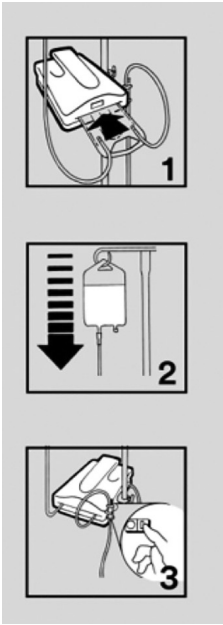

Figure 4
- 2. Insérez la cassette dans la fente de l'unité de réchauffement. La cassette ne peut entrer dans le dispositif que dans un sens (voir la Figure 4, n° 1).
- 3. Amorcez le set de réchauffement. Vous trouverez des informations sur l'amorçage du set dans les instructions fournies avec les sets de réchauffement (voir la Figure 4, n° 2).
- 5. Branchez le cordon d'alimentation dans une prise électrique appropriée. Mettez l'unité en marche (voir la Figure 4, n° 3). L'écran alphanumérique s'allume après quelques secondes. Il faut moins de deux minutes pour atteindre le point de consigne de température de 41 °C.